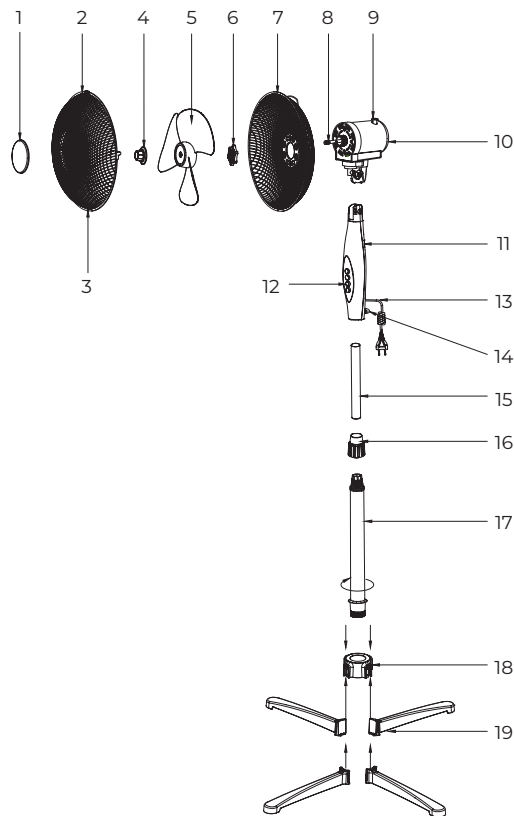

Рис. 1
1. Руководствуясь рис. 1, отвинтите хомут регулировки высоты (16) от стойки (17), повернув его против часовой стрелки и отложите в сторону. Вытяните выдвижную трубу (15) до упора (возможно вам придется толкать ее снизу вверх, чтобы поднять).
2. Установите основание на ровную сухую поверхность, извлеките винты из основания, затем установите стойку (17), совместите 4 отверстия с 4 отверстиями для винтов на основании и установите 4 шт винтов обратно на основание.
4. Установите хомут регулировки высоты (16) и затяните, повернув по часовой стрелке.
5. Установите корпус (11) на верхнюю часть выдвижной трубы (15), затяните фиксирующий винт (14).
6. Отвинтите гайку решетки (6) на вал двигателя вентилятора (8), повернув против часовой стрелки.
7. Установите заднюю решетку (7) на вал двигателя, совместив 3 отверстия на защитном кожухе с 3 круглыми установочными ручками на передней крышке двигателя. Плотно вдавливайте, пока 3 ручки не выступят через 3 отверстия.
8. Установите на место и затяните гайку крепления решетки (6), повернув ее по часовой стрелке, чтобы зафиксировать заднюю решетку на месте.
9. Установите лопасти вентилятора (5) на вал двигателя (8), совместив пазы валов с пазами лопастей, затяните лопасти вместе с колпачком лопасти, повернув его против часовой стрелки.
10. Проверьте вентилятор, вращая руками, убедитесь, что гайка не соприкасается. Лопасты вентилятора (5) должны свободно вращаться, в противном случае повторите все действия еще раз, начиная с пункта 5.